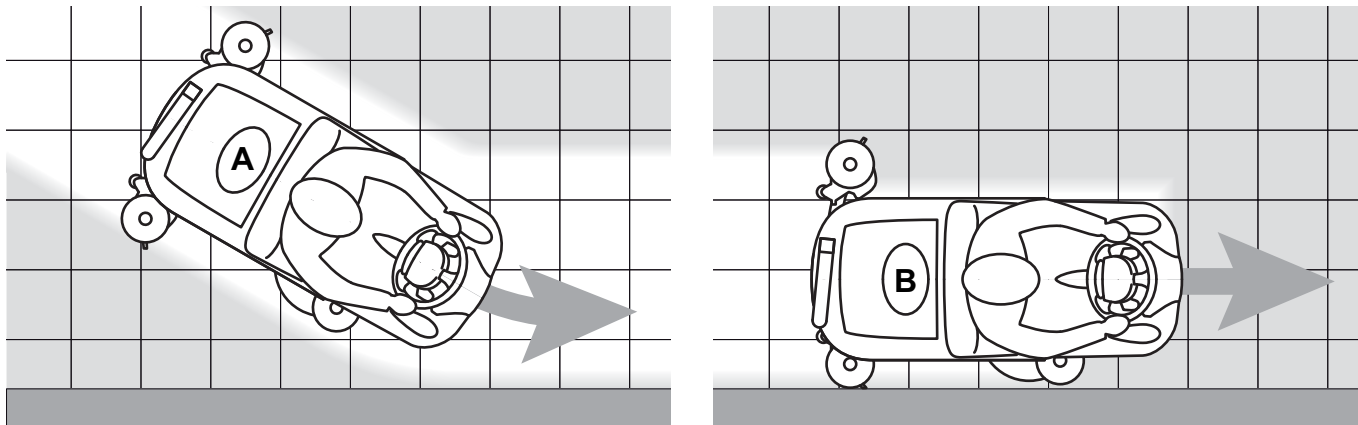

Figure 3
3. Si besoin est, pour réduire au minimum le bruit, activer la fonction de mode silencieux en appuyant sur le bouton-poussoir (55).
*Pour un lavage / séchage correct des sols près des murs, Advance conseille de s'approcher au murs avec le côté droit de la machine, comme indiqué dans la figure 3.*